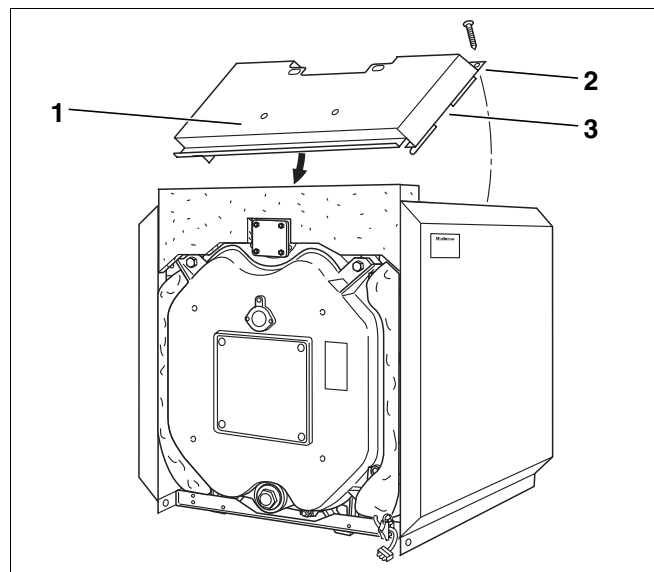

Fig. 36 Montasje – fremre topplate
- Legg topplaten fremme (fig. 36, **pos. 1**) mellom sideveggene på en slik måte at innsnittet (fig. 36, **pos. 3**) griper over traversen.
- Skru topplaten fast til sideveggene på baksiden ved hjelp av en metallskrue pr. vegg (fig. 36, **pos. 2**).